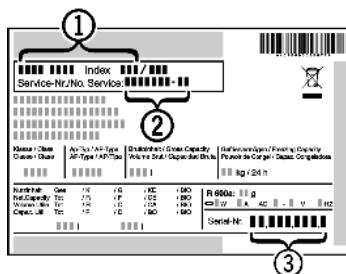

Fig. 43
- Označení přístroje Fig. 43 (1), servisní číslo Fig. 43 (2) a sériové číslo Fig. 43 (3) naleznete na typovém štítku. Identifikační typový štítek je umístěn na levé vnitřní stěně přístroje.